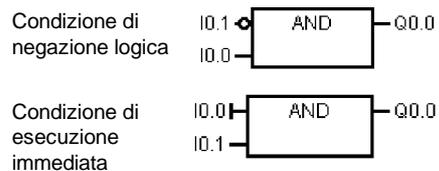

Figura 5-5 Convenzioni FUP
- Cerchietti di negazione: la condizione logica NOT o di inversione dell’operando o del flusso di corrente è indicata da un cerchietto posto sull’ingresso. Nella Figura 5-5 Q0.0 è uguale al contatto NOT di I0.0 AND I0.1. I cerchietti di negazione sono utilizzabili solo per i segnali booleani che possono essere specificati come parametri o come flusso di corrente.
- Indicatori di “immediato”: come indicato nella figura 5-5 l’editor FUP rappresenta l’esecuzione immediata di un operando booleano collocando una linea verticale sull’ingresso dell’operazione. L’indicatore di immediato fa sì che l’ingresso fisico specificato venga letto immediatamente. Gli operatori di immediato solo validi solo per gli ingressi fisici.